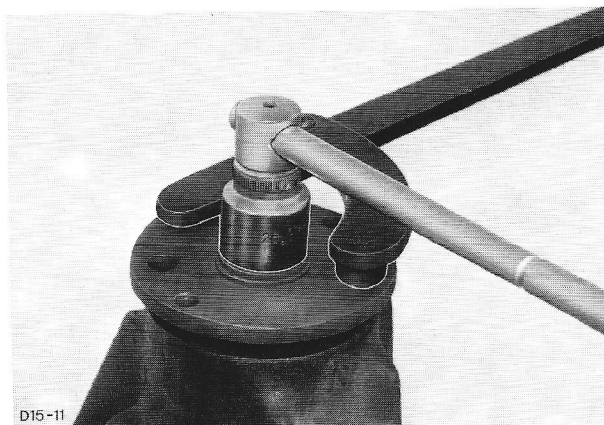

Fig.23 Pignonflens tegenhouden.
3. Houd de pignonflens met speciaal gereedschap 15-030 tegen en verwijder de moer (fig.23).